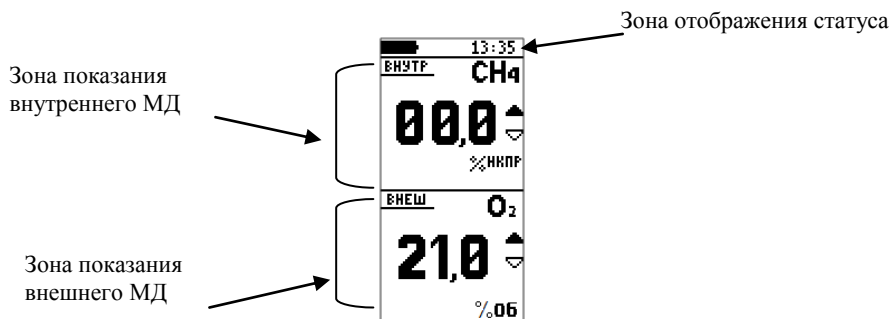

Рис. 7.1
2.5.1 Основной слайд состояния Сигнализатора в режиме измерения представлен на рис.7.1 и 7.2.